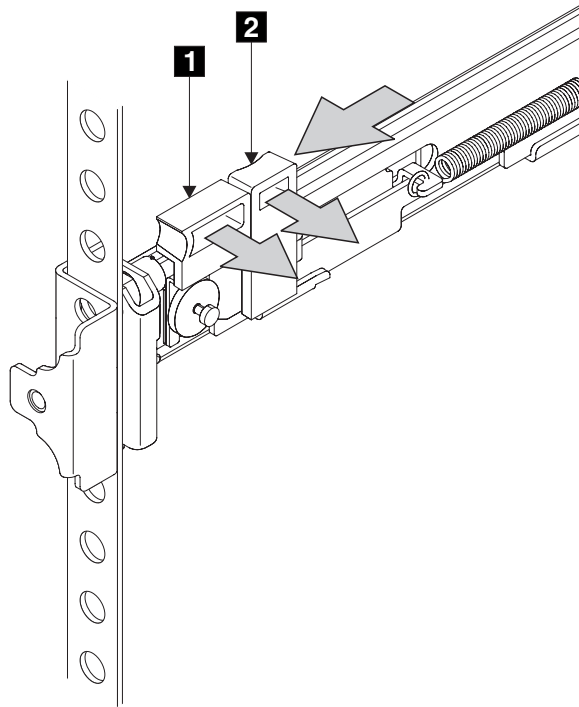

図 117. ラッチ・ロック・キャリア・アセンブリーを閉じる
8. ラッチ・ロック **2** (145 ページの図 117) をレールから押し出して、キャリアを解放します。ラッチ・ロック・キャリアがラックの前方向にスライドし、位置決めピンが、前部フランジの穴と前部レール・ブラケットの穴を通して突き出ます。